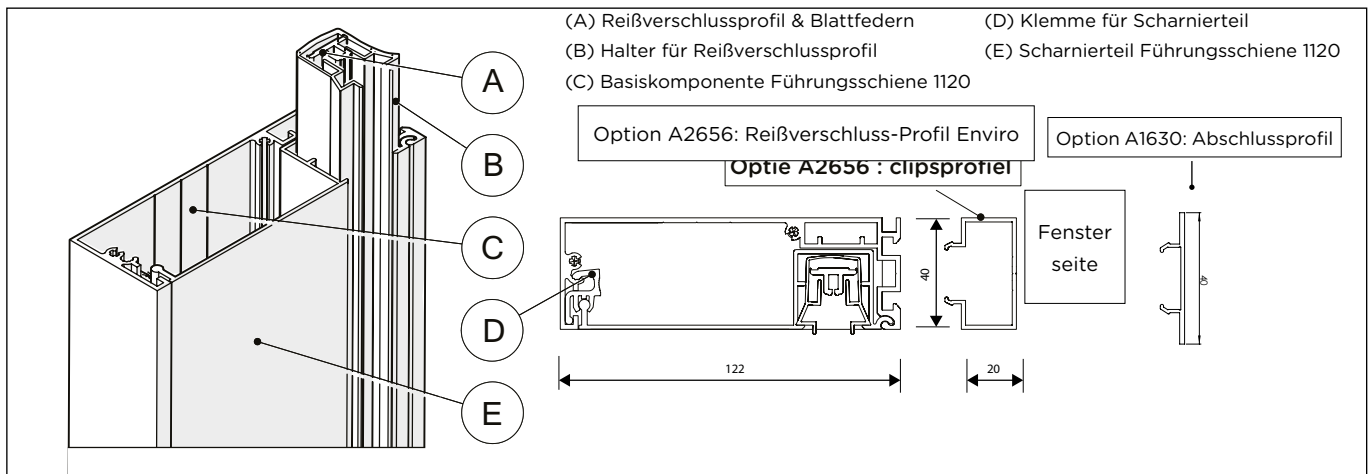

Abb. 7a: Allgemeiner Aufbau und Querschnitt der Führungsschiene 1120
Die breiten Führungsschienen 1120 bestehen aus einer Basiskomponente (C), einem Scharnierteil (E) und einem Halter (B) mit Reißverschlussprofil (A). An der Unterseite der Basiskomponente der Führungsschienen befindet sich jeweils eine Abschlussplatte aus Aluminium. An der Fensterseite dreht sich das Scharnierteil in der Basiskomponente der Führungsschiene und an der Außenseite lässt sich das Scharnierteil in die Kunststoffklemmen (D) einrasten, die an der Basiskomponente angebracht sind (siehe Abbildung 7a). Erst wenn das Scharnierteil geschlossen ist, kann der Halter zusammen mit dem Reißverschlussprofil eingebracht werden. Der Halter und das Reißverschlussprofil sind allerdings 35 mm länger als die Führungsschiene und werden erst in den Kasten und anschließend weiter in die Aussparung des Scharnierteils eingesetzt.